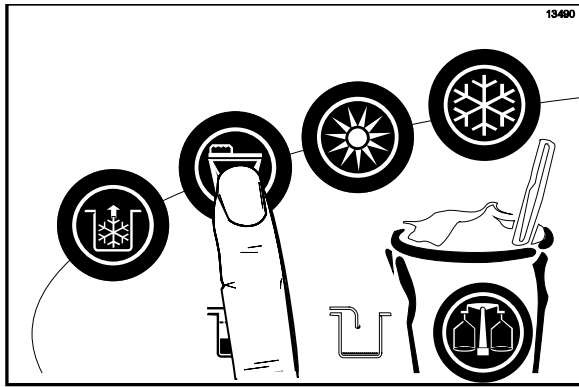

Figure 159
11. Appuyer sur le symbole LAVAGE . Ceci permet à l'aseptisant se trouvant dans le cylindre de réfrigération d'entrer en contact avec toutes les zones du cylindre (Cf. Figure 159).